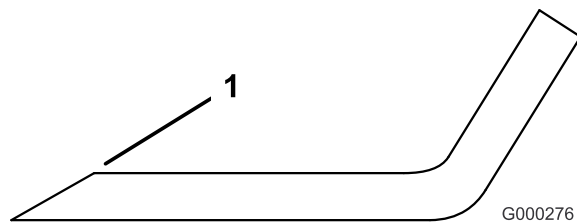

Figura 96
1. Utilice una lima para afilar el filo de corte en ambos extremos de la cuchilla (Figura 96).